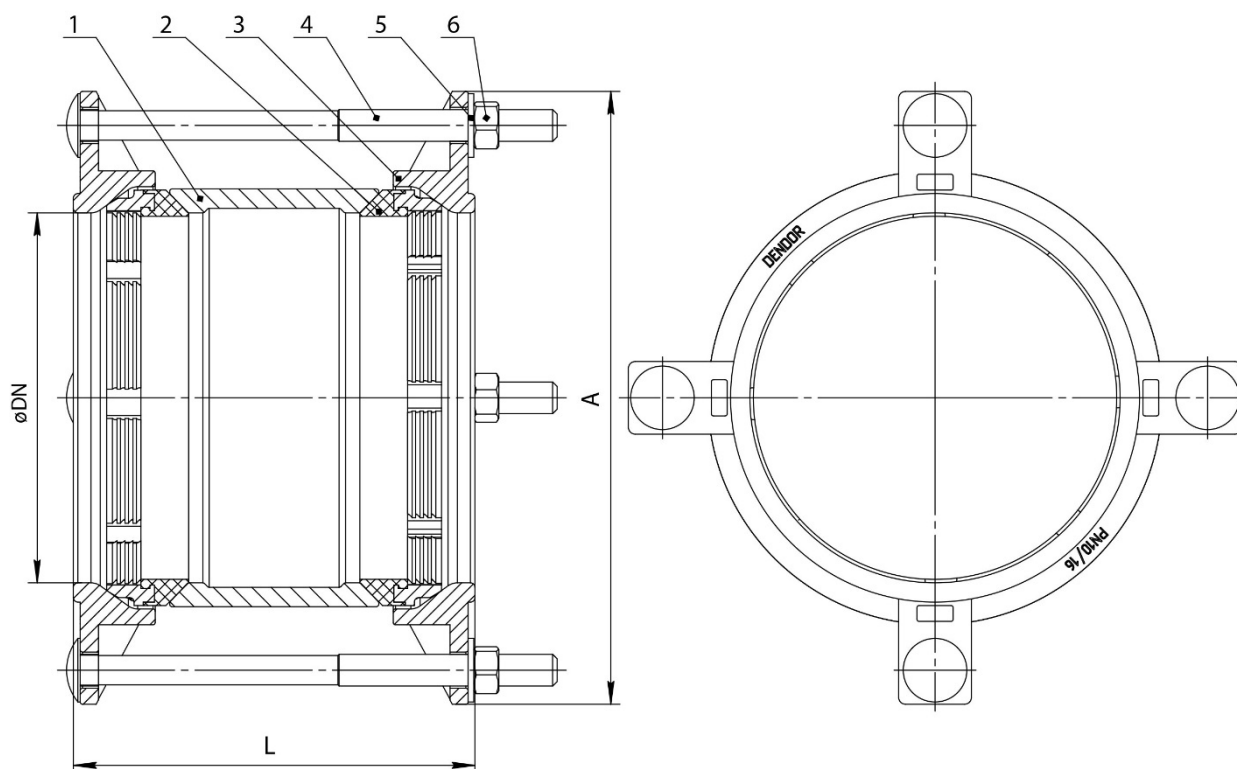

Рис. 1
1.3.1. Основные элементы конструкции муфты приведены в табл.1, на рис.1.